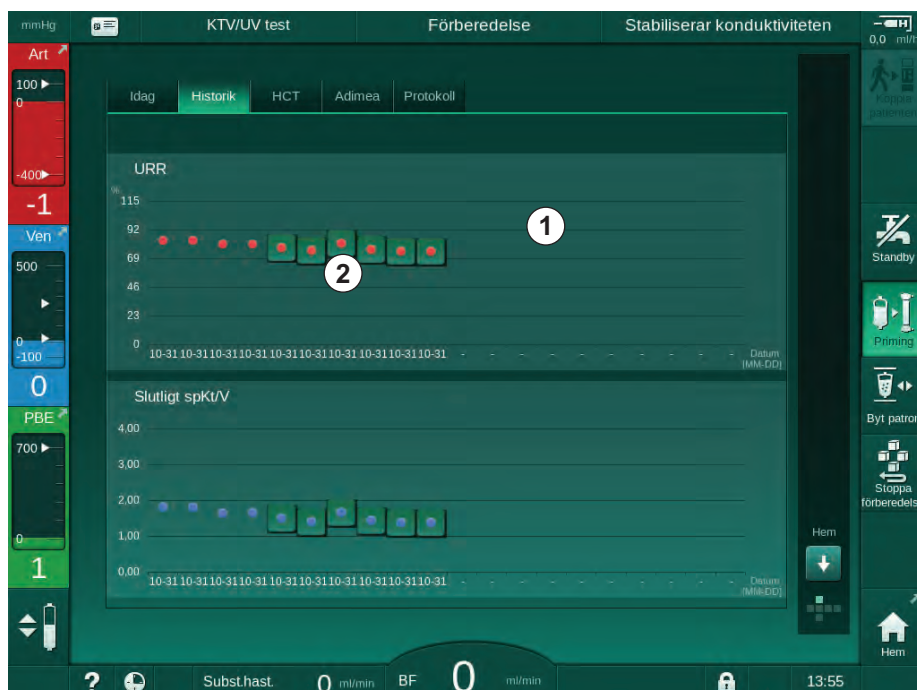

Bild 11-14 Parameterhistorik på skärmen *Info*
Mer detaljerad information finns för de 6 senast slutförda behandlingarna. Efter att man har tryckt på motsvarande märke för parametern (Bild 11-14, ②) för ett visst datum, visas en trend för denna parameter för just denna behandling (Bild 11-15). Upplösningen är 5 minuter. Stäng trendvyn genom att trycka på *TILLBAKA* ① .